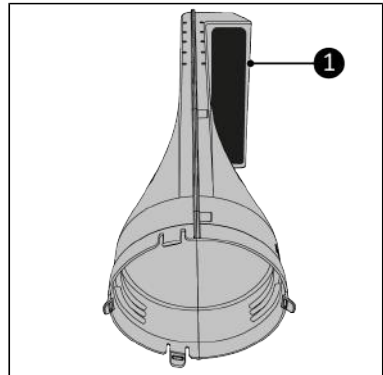

Figure 199.
3. Placez le Way-out devant vous. Assurez-vous que l'ouverture ronde soit en face de vous (Figure 199).
4. Assurez-vous que la sortie d'air (Figure 199, pos. 1) soit dirigée vers la droite.